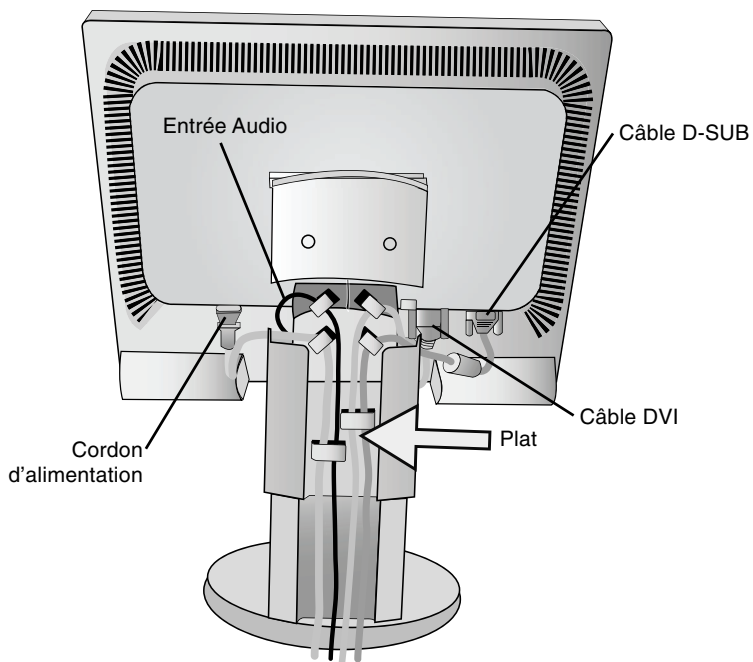
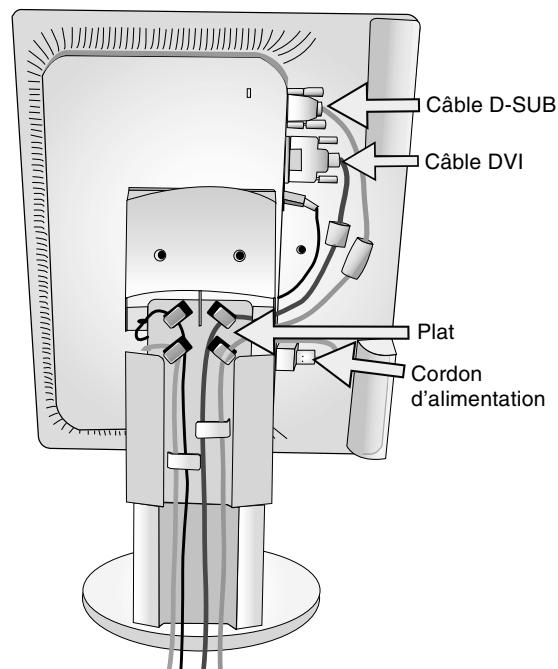

Figure C.2
Figure C.3
Placez le cordon d'alimentation dans les crochets spécifiques tel qu'illustré à la **Figure C.2**/**Figure C.3**.
Placez les câbles D-sub et DVI dans les crochets spécifiques tels qu'illustré à la **Figure C.2**/**Figure C.3**.
6. Assurez-vous que tous les câbles sont bien fixés contre le support (**Figure C.2**).